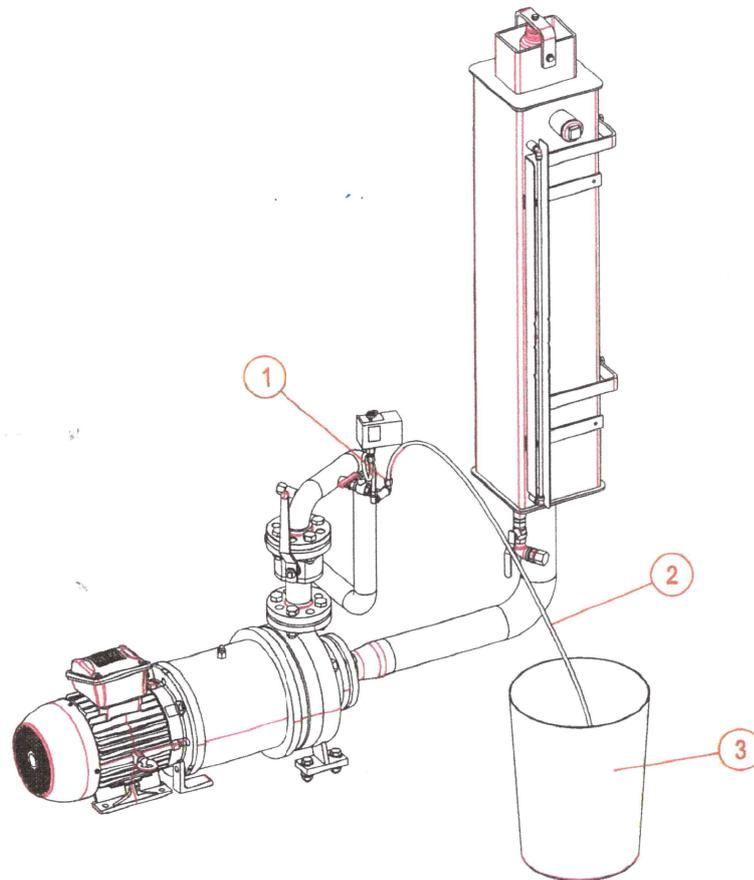

Figure 7 - La purge du système de chauffage de l'huile thermique
1. Connectez un tuyau transparent propre de 1,5 mètre (60") à la prise de vis du manomètre. Assurez une soupape de bille d'évacuation fermée (fig. 7 - #2)
3. Utilisez l'huile à remplir le système (fig. 7 - #3)